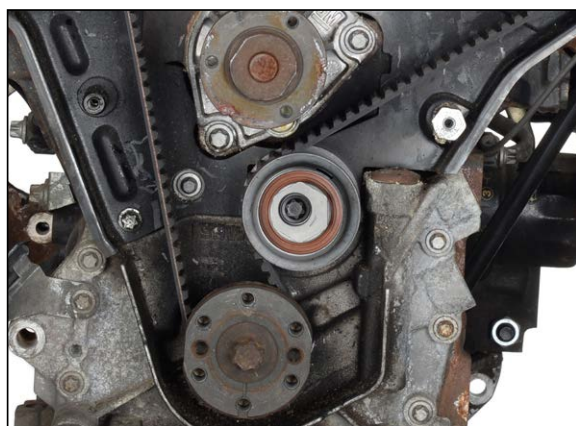

fig. 17
3. Rotiți excentricul rolei de întindere de jos cu un întinzător MKM-6038 sau cu un clește de pompă de apă în sens invers acelor de ceasornic, până când vârful excentricului ajunge în poziția orei 2 (fig. 17).